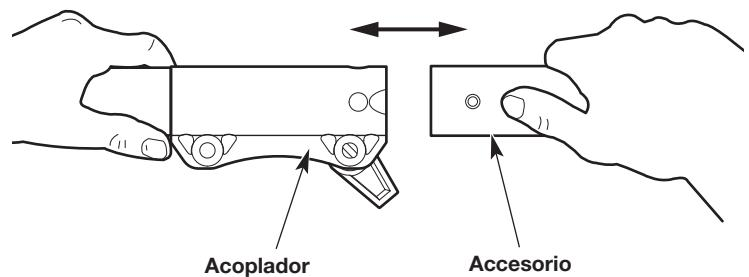
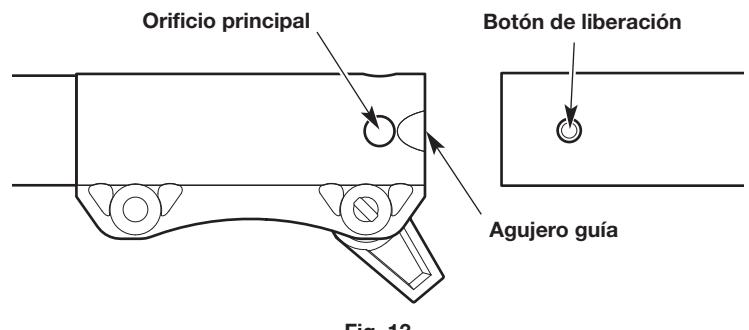

Fig. 12
Fig. 13
- Alinee el botón de liberación con el embutimiento de la guía (Fig. 13).
- Presione el accesorio directamente dentro del acoplador (Fig. 12) hasta que el botón de liberación encaje a presión firmemente del orificio principal (Fig. 13).
- Oprima y mantenga apretado el botón de liberación (Fig. 13).
- Tire del accesorio directamente hacia fuera del acoplador (Fig. 12).